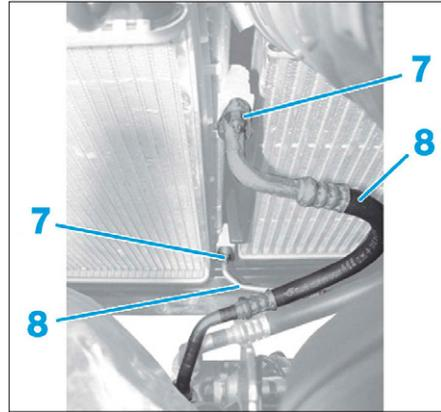

FIG. 10
- Déposer les écrous (7) des canalisations (8) (Fig.10).
- Désaccoupler les canalisations (8).